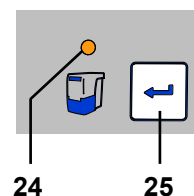

Fig. 8
- ⇒ Premere il tasto Enter (25) (il contatore che rileva i tempi dell'intervallo di svuotamento viene riazzerato).
- ◆ La spia di modo operativo Automatico (24) si spegne.
**i** *Se il cassetto raccogli-polvere non viene svuotato, la spia di svuotamento cassetto (24, Fig. 8) continua a lampeggiare. Dopo lo spegnimento / accensione dell'apparecchio, un triplo segnale acustico avvisa nuovamente di svuotare il cassetto raccogli-polvere.*